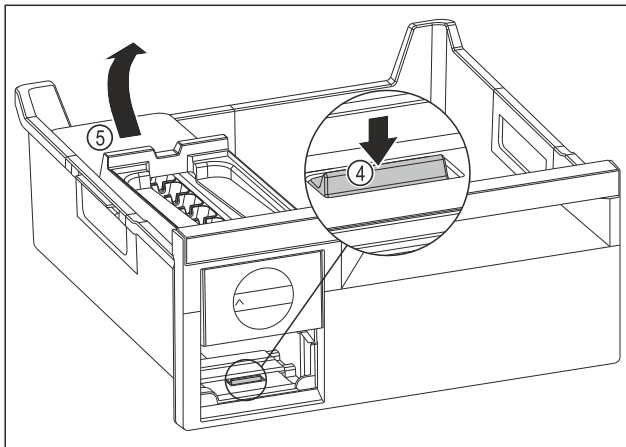

Fig. 130
- ▶ Fjern hoveddelen til EasyTwist-Ice: Trykk tappen Fig. 130 (4) ned med fingeren samtidig som hoveddelen til EasyTwist-Ice Fig. 130 (5) løftes opp fra baksiden med den andre hånden.